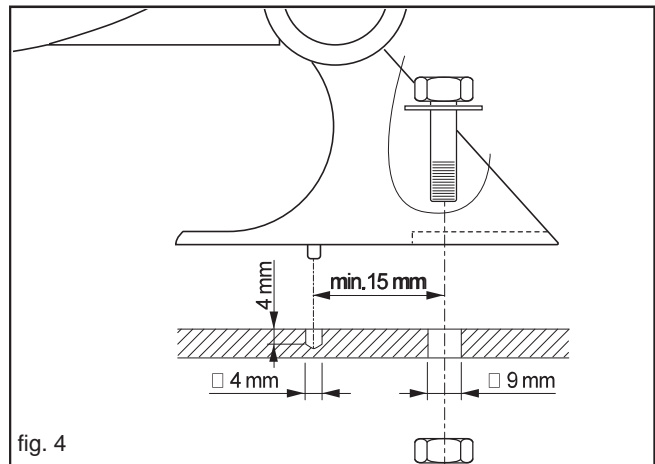

fig. 4
4.2 MONTAGE DES MONITORS (Abb. 4)
- im Innern der Kabine, auf einer ebenen Fläche, 2 Bohrungen ausführen, wie auf Abb. 4 gezeigt.